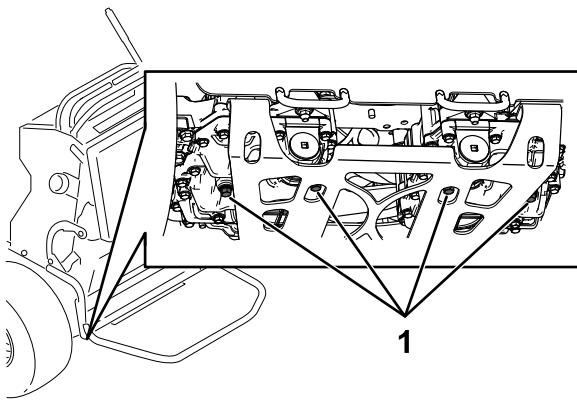

Bild 71
3. Stellen Sie eine Auffangwanne unter die Ablassschraube an der Unterseite des Getriebes (Bild 71).